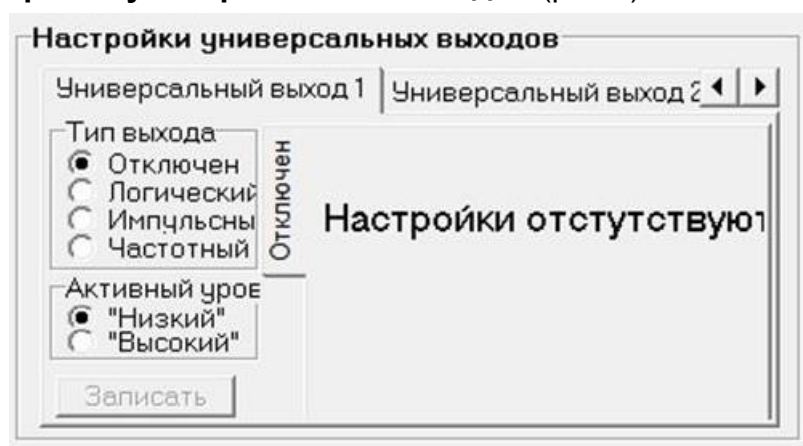

Рис.9. Вид области «Настройки универсальных выходов».
- 2.4.1. Установочные параметры универсальных выходов находятся во вкладке **Периферия** главного окна программы «Монитор» в области **Настройки универсальных выходов** (рис.9).